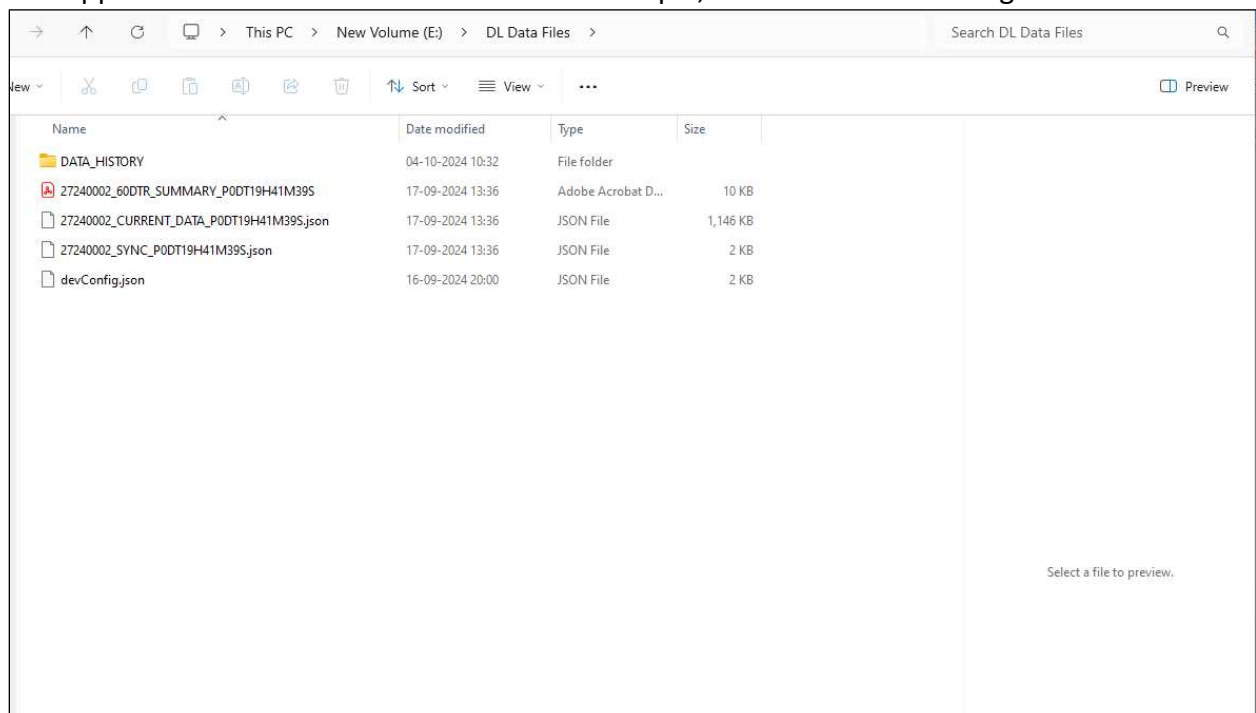

Figure 30 Données téléchargées depuis l'enregistreur de données Equiplog
- Lors du téléchargement, le répertoire racine comprendra les fichiers Json mentionnés, le rapport PDF et le dossier de données d'historique, comme le montre la figure 30.